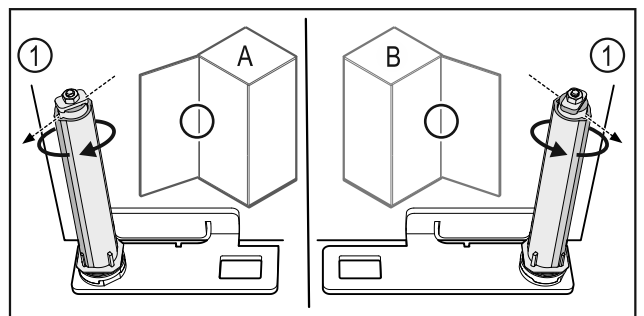

Fig. 56 Vasakpiiraja (A) / parempiiraja (B)
- Keerake sulgemissüsteemi vastu takistust, kuni sulgemissüsteemi vahetugi Fig. 56 (1) on suunatud väljapoole.